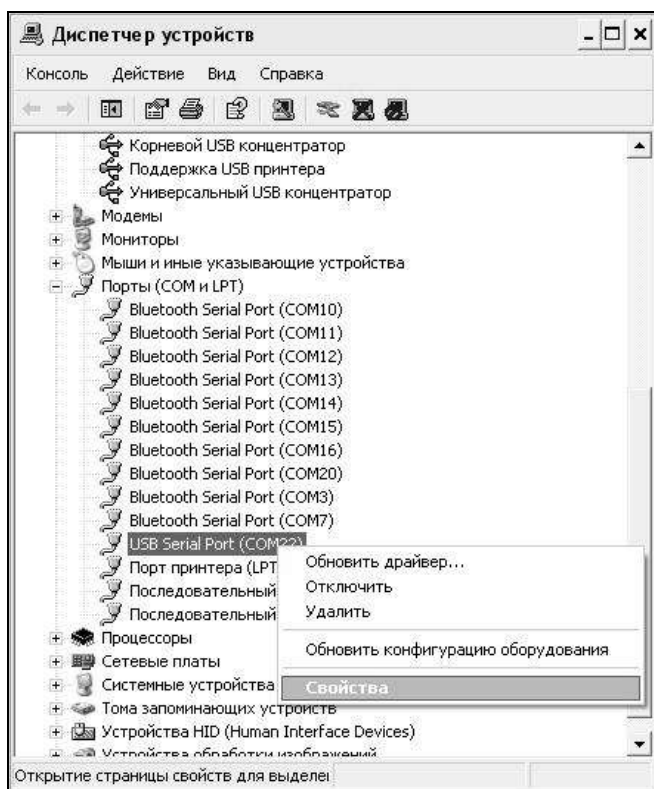
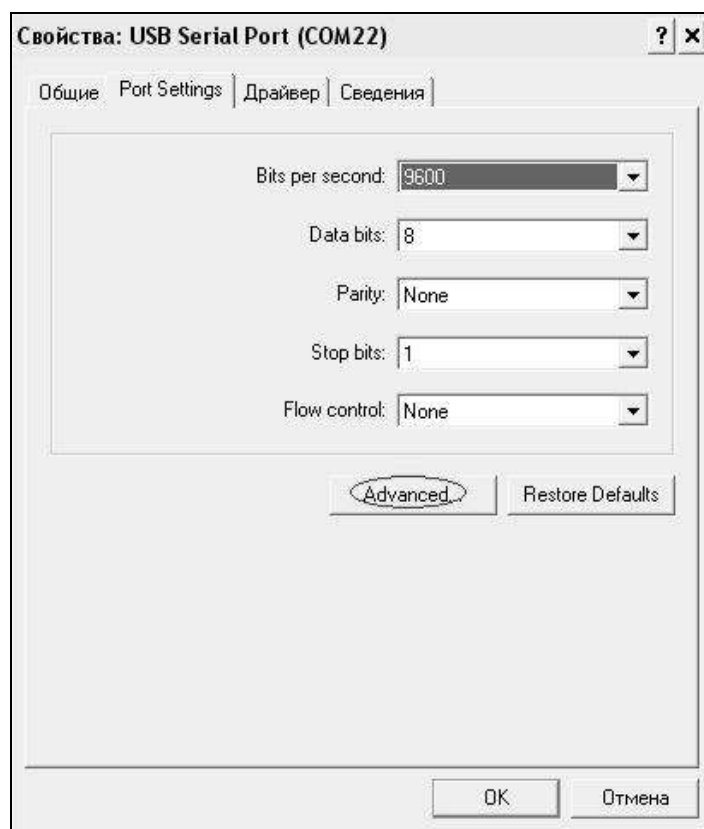
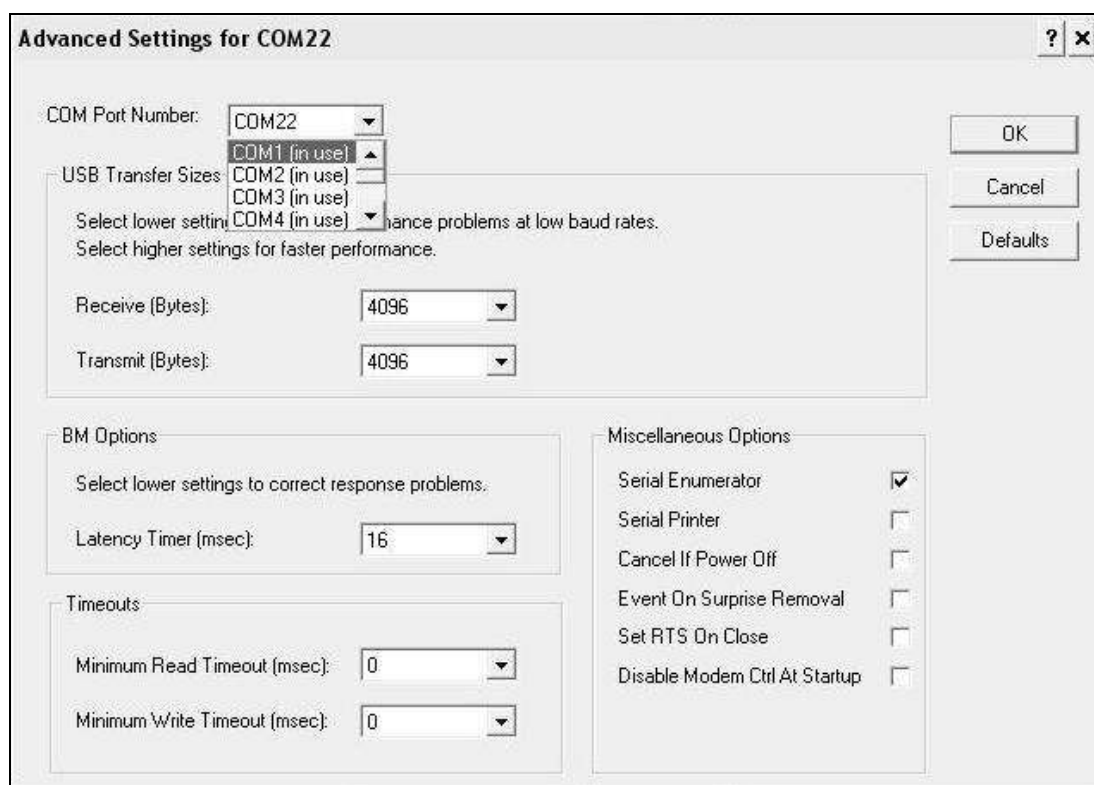

Рисунок 2.5 – Окно диспетчера устройств
Рисунок 2.6 – Окно свойств USB-порта
Рисунок 2.7 – Дополнительные настройки драйвера
– найти строку «USB Serial Port (COM№)», в скобках указан номер COM-порта, если номер в скобках «1» настройка завершена - ничего менять не нужно, если номер не «1» необходимо вызвать окно свойств «USB Serial Port (COM №)» (правой клавишей мыши щелкнуть по строке USB Serial Port (COM №) и выбрать пункт меню «Свойства») (рисунок 2.5), перейти на вкладку «Параметры Окна», нажать кнопку «Дополнительно» (рисунок 2.6), затем, в выпадающем списке «Номер COM-порта» выбрать «COM 1» (рисунок 2.7) и нажать кнопку «ОК».